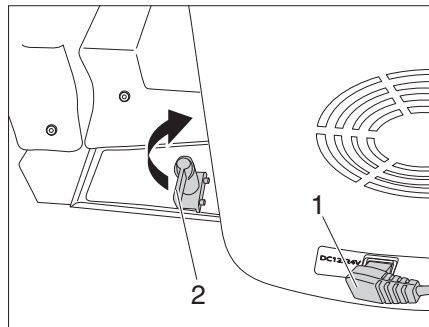

Figura 88 Seguro de cierre
- Extraer la conexión de 12 V (Figura 88,1) en la nevera portátil.
- Girar el seguro de cierre (Figura 88,2) en la placa de soporte en 180° hacia delante.
- Girar el seguro de cierre (Figura 88, 2) en la placa de soporte en 180° hacia atrás.
- Insertar la conexión de 12 V (Figura 88, 1) en la nevera portátil.